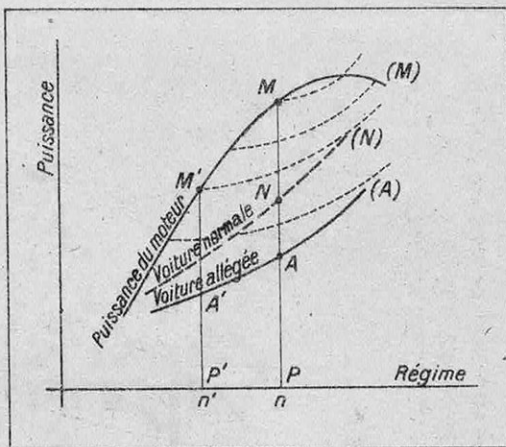

FIG. 5. — ÉCONOMIE D'ESSENCE PAR L'EMPLOI DE DÉMULTIPLICATIONS PLUS FAIBLES SUR UNE VOITURE ALLÉGÉE
Enfin, un troisième graphique (fig. 5) montre comment l'allègement permet de diminuer la démultiplication pour économiser l'essence. La courbe (M) étant la courbe de puissance du moteur, la courbe (N) représente l'absorption de puissance pour une voiture normale en palier et la courbe (A) la même absorption rapportée à une voiture allégée : la courbe (A) se trouve entièrement en dessous de la courbe (N).